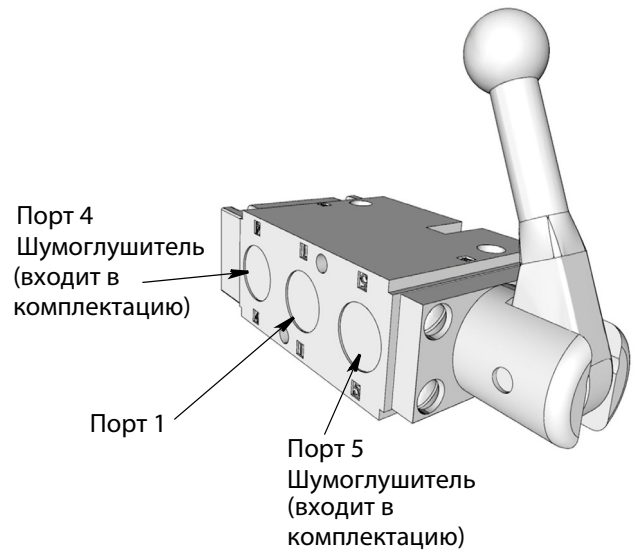

**Рис. 12**
**ПРИМЕЧАНИЕ.** При приведении барабана в действие катушка должна вращаться в направлении, позволяющем наматывать шланг на катушку. По умолчанию на заводе установлена конфигурация, при которой двигатель вращается против часовой стрелки, если смотреть с той стороны катушки, на которой установлен двигатель (торец, противоположный валу двигателя). См. Рис. 12.
- Пневматические двигатели. Измените направление впускного патрубка и деталей шумоглушителя на пневматическом двигателе (Рис. 12, стр. 23).